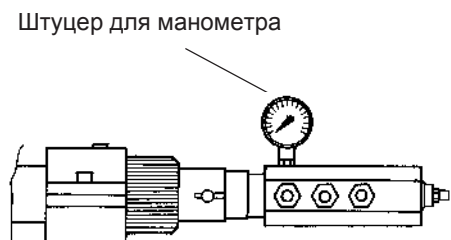

Рис. 18
- 8 Давление питания форсунки уже отрегулировано заранее на заводе-изготовителе и не должно изменяться. Только в случае необходимости, отрегулировать давление питания (см. соответствующий параграф) следующим образом: установить манометр в положение, указанное на Рис. 18, воздействовать на регулировочный винт **VR** насоса (см. Рис. 17) до получения на форсунке давления в 25 бар (форсунки Fluidics - см. график на Рис. 15);